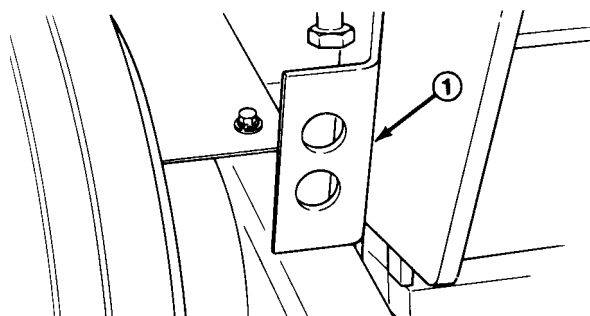

Fig. 8
3. Stopp motoren og løft låsebrakettene på hver side av chassiset (fig. 8). Senk kjernehodet til det hviler mot brakettene.